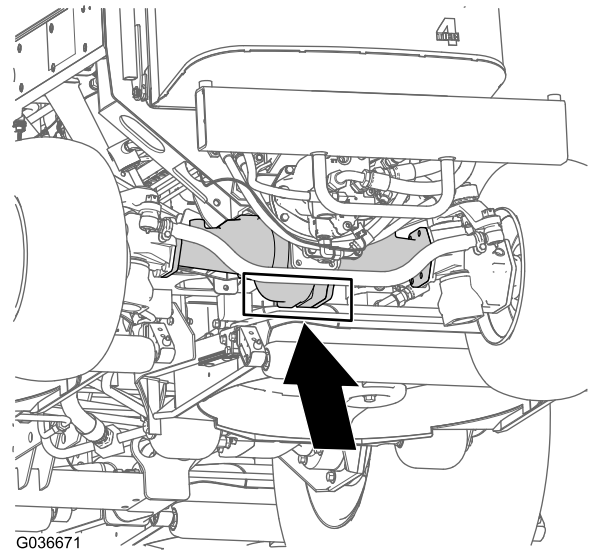

Figura 55
**Parte posteriore della macchina:** al centro dell'assale (Figura 55)